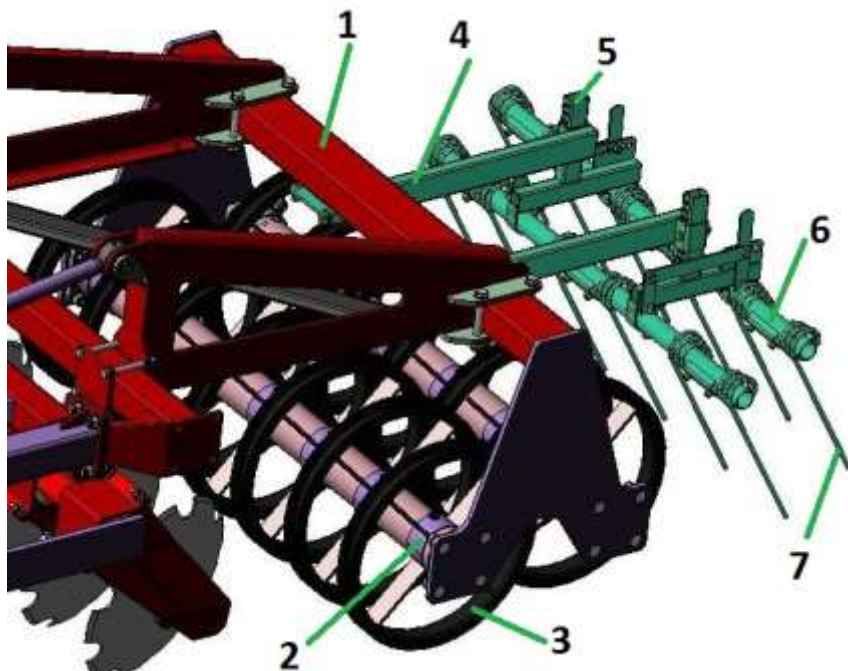

Рисунок 5 – Прикатывающие катки и пружинная приставка
3.5 Прикатывающие катки (рис. 5) состоят из рамки 1 на которой установлена пара валов 2 с дисками 3 имеющими П-образный профиль. Боковые катки установлены на рамах крыльев жестко, а центральный может подниматься в транспортное положение цилиндрами.
3.6 Пружинная приставка (рис. 5) крепится на рамке прикатывающего катка поводками 4 с хомутами. В поводках закреплены стойки 5 с балками 6. На балках закреплены пружины 7. Стойки регулируются по высоте перемещением в поводках. Наклон пружин регулируется поворотом балок в стойках.